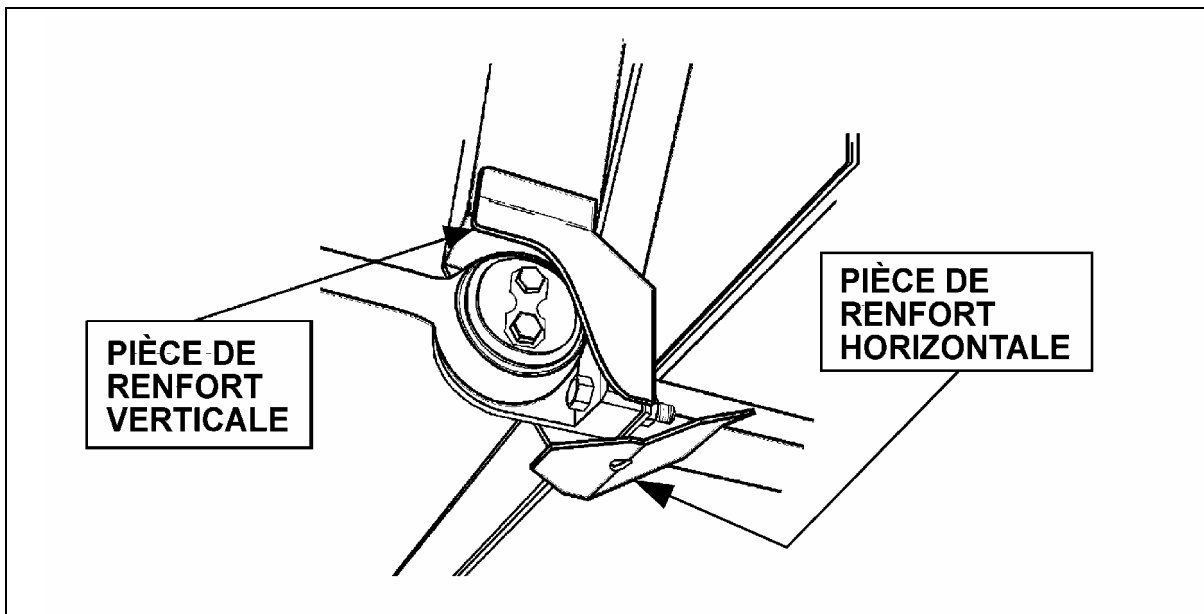

FIGURE 1: SUPPORTS D'ATTACHES DES BARRES RADIALES
8. Enlever les supports d'attaches (2) (voir la fig. 1). Il y a un boulon à dévisser dans le compartiment à bagages de chaque côté.